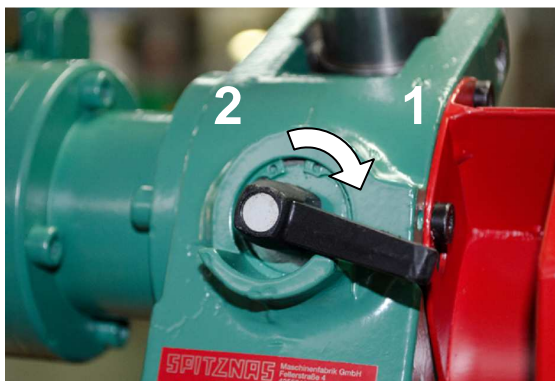
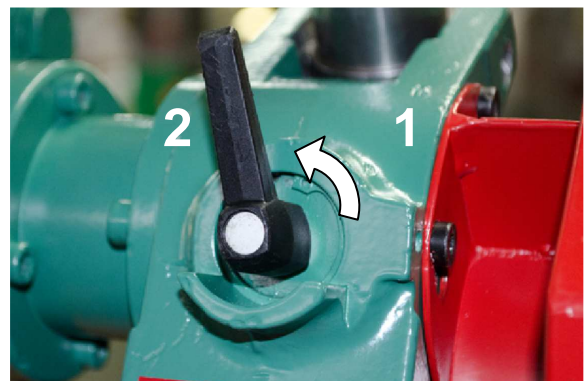

Fig. 5.1
Fig. 5.2
5. Adjust the gear according to the required application (see Abb. 5.1 bzw. Abb. 5.2).